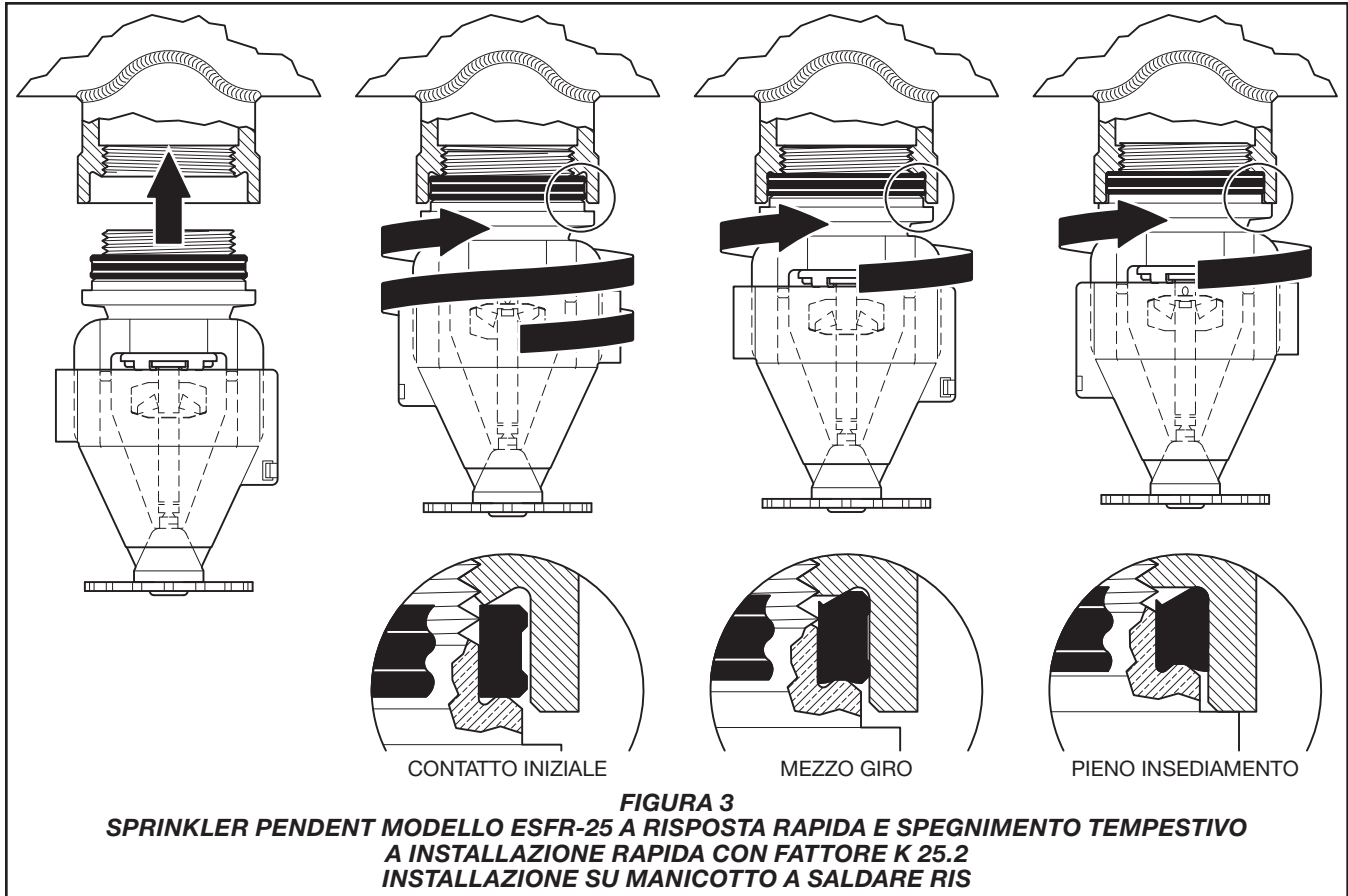

FIGURA 3
Passo 1. Infilare manualmente il modello ESFR-25 RIS nel manicotto a saldare RIS fino a quando la guarnizione del RIS non entra in contatto iniziale, come mostrato nella Figura 3.
Passo 2. Continuare a ruotare manualmente il modello ESFR-25 RIS per un minimo di 1/2 giro, fino al completo posizionamento dello sprinkler per produrre una tenuta stagna, come mostrato nella Figura 3. Regolare lo sprinkler entro questo intervallo per allineare i bracci del telaio alla linea di derivazione.